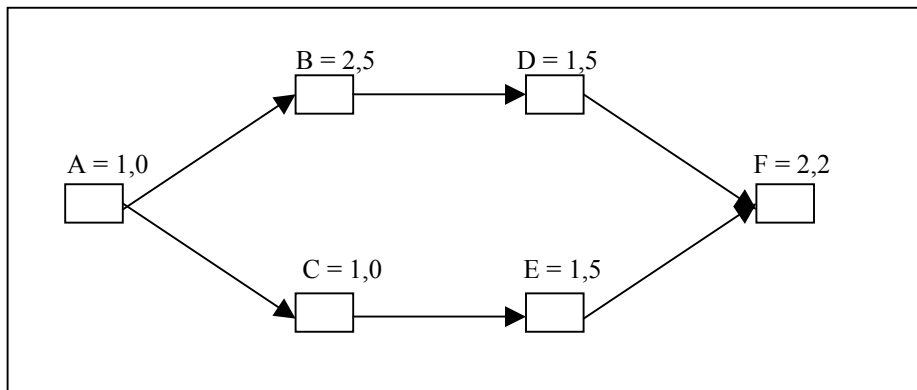

Figura 03 – linha de montagem
**Exemplo 1:** Uma linha de montagem tem os processos representados pela Figura 03.
- Exemplo 2:** Usando a mesma linha apresentada no exercício 1, com os mesmos dados (Figura 03), determinada empresa deseja fabricar dois produtos X e Y (metade de cada). No quadro a seguir estão identificados os tempos que cada produto passa em cada posto de trabalho. Determinar: